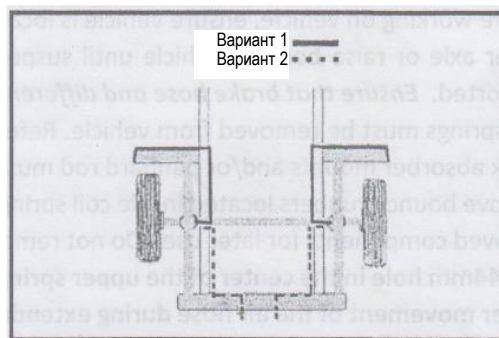

Рис. 5: Трасса прокладки воздухопровода
12. В месте, выбранном на шаге 6 для установки клапана для накачивания, просверлите отверстие диаметром 8.0 мм под клапан для накачивания и установите клапан, как показано на рис. 5. (Убедитесь, что резиновая герметизирующая прокладка установлена снаружи монтажной пластины). Проложите трубку вдоль шасси, закрепляя с помощью кабельных стяжек, до места расположения клапана для накачивания, и отрежьте излишки.